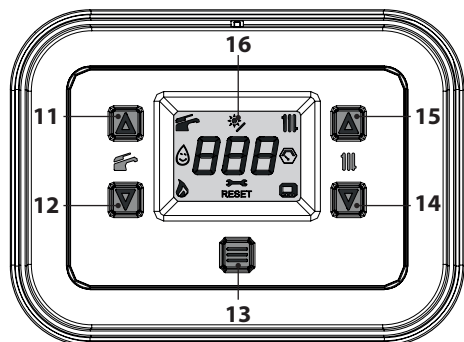
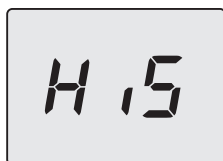

Figura 5.29
Figura 5.30
- Entrare in "modalità programmazione" premendo contemporaneamente per 5 secondi i tasti 12 e 14 (Figura 5.29) fino a far apparire sul display LCD le lettere **HiS** che indicano il menu "Storico delle caldaia" (Figura 5.30).
- tenere premuti contemporaneamente i tasti 12 e 14 per 5 sec. (Figura 5.29) (ritorno al livello precedente).
- Premere per 1 sec. il tasto 13 (Figura 5.29) per entrare nel parametro selezionato. Il display
- Premendo il tasto 13 (Figura 5.29) si ottiene la conferma del valore inserito. Il display visualizzerà per 5 sec. quanto segue (Figura 5.36) poi, si porterà al livello superiore.
- Premendo contemporaneamente i tasti 12 e 14 (Figura 5.29) si esce senza modificare il valore (ritorno al livello precedente).
12 e 14 per 5 sec. (Figura 5.29) (ritorno al livello precedente).